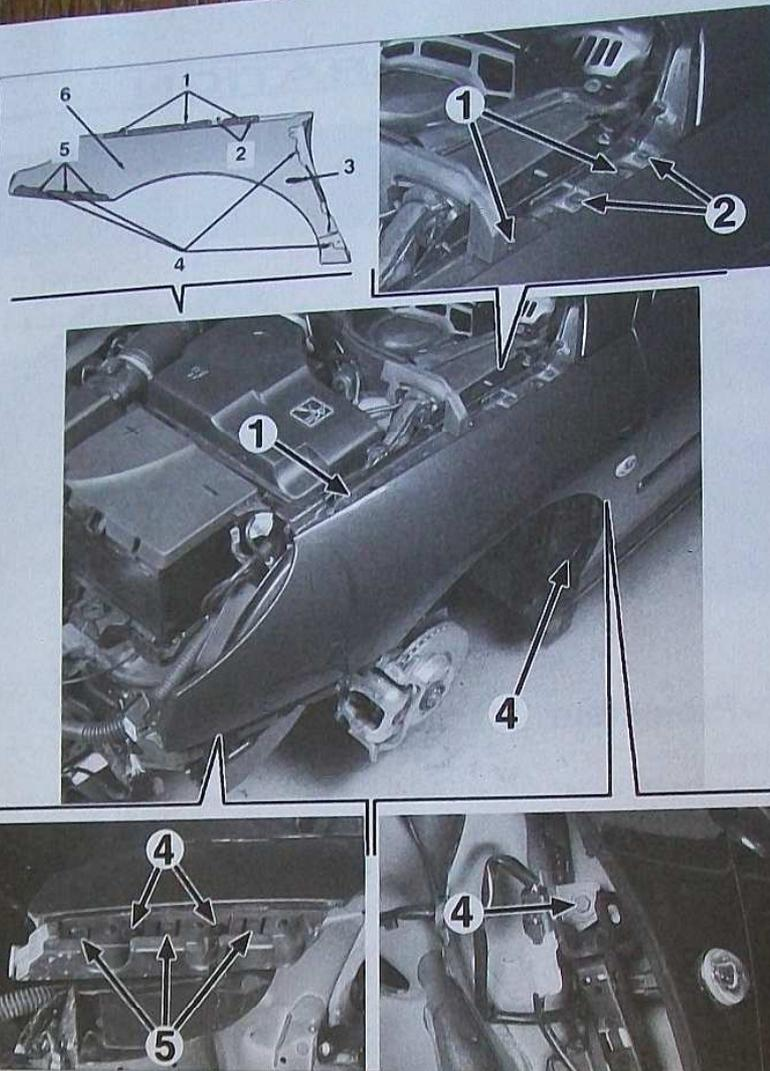

FIG. 5
Desserrer sans déposer la vis de fixation (2) de la partie AV du mécanisme d'articulation de capot moteur (Fig.5).